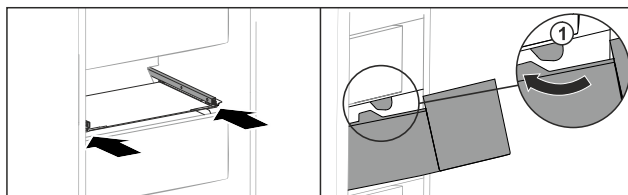

Fig. 160
- Lade rond de stoppers Fig. 160 (1) leiden.